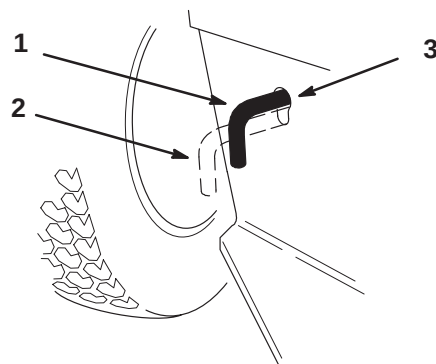

Figure 16
2. Mettre la commande de transmission en position débrayée pour débrayer la transmission et pouvoir pousser la machine en roue libre (Fig. 16).
1. Mettre la commande de transmission en position embrayée (Fig. 16).